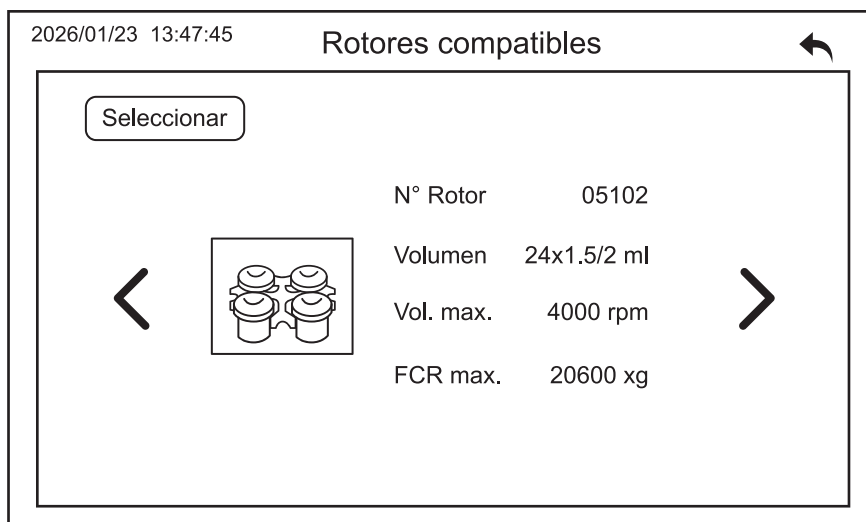

Figura 27.
- b) Pulse los botones < > en la pantalla (Figura 27) para seleccionar el número de rotor deseado y, a continuación.